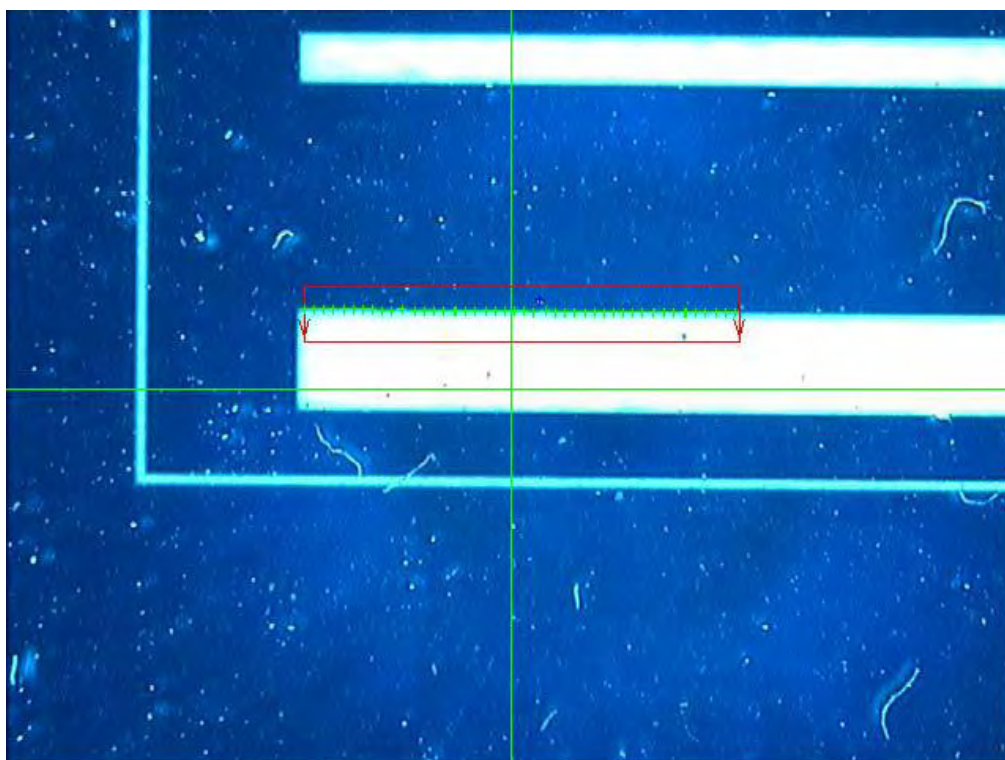

Figure 3-17
- II. Cliquer avec le bouton gauche de la souris lorsque le curseur se trouve à proximité de la ligne souhaitée et déplacer le curseur à l'autre bout de la ligne, puis cliquer. Ensuite, déplacer le curseur à l'autre bout de la ligne. Un rectangle apparaît comme sur la Figure 3-17.